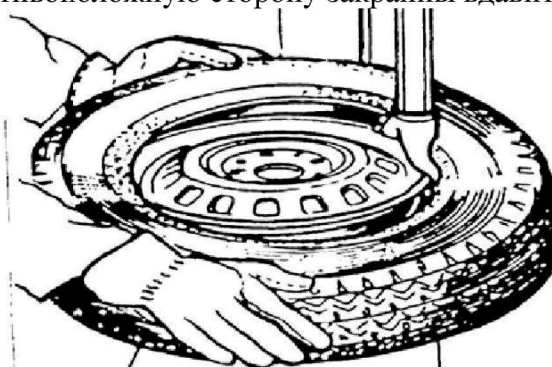

Рис.7
- 5) Установите шину так, чтобы её закраина прошла ниже носика головки и выше края (хвоста) её задней части (рис.7). Противоположную сторону закраины вдавите в углубление обода.